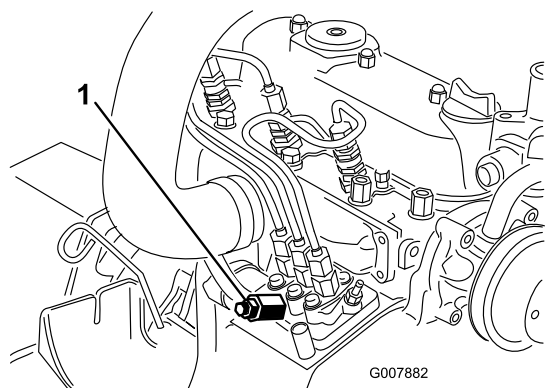

Figura 45
3. Coloque un trapo debajo del tornillo de purga de aire de la bomba de inyección de combustible, y abra el tornillo (Figura 45).